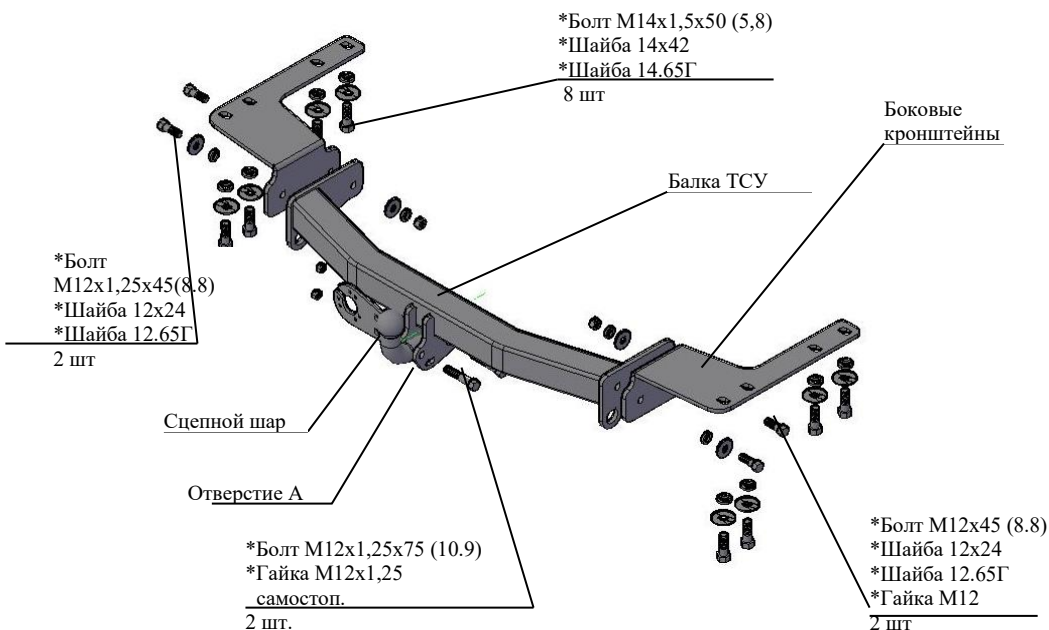

Рис.1 Тягово-сцепное устройство 7820.
2.1 ТСУ 7820 в сборе (рис.1)	1 шт.
2.2 Пакет с комплектующими (см. рис.1)	1 шт.
4.6 Закрепить сцепной шар к кронштейнам шара болтами М12х1,25х75 (класс прочности 10.9) и гайками М12х1,25 самостоп (класс прочности 10), предварительно скрепить кронштейн крепления розетки с уголком болтом М10х20 и гайкой М10 самостоп – на рис.1 условно не показано.